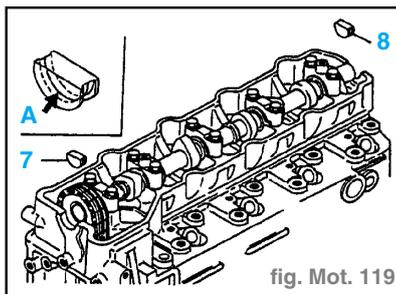

fig. Mot. 119
- Appliquer un cordon uniforme et continu d'enduit d'étanchéité sur la garniture avant **7** et sur la garniture arrière **8** à l'endroit indiqué par la flèche **A** sur l'illustration. (diamètre du cordon : **2 ± 1 mm**). (fig. Mot. 119)